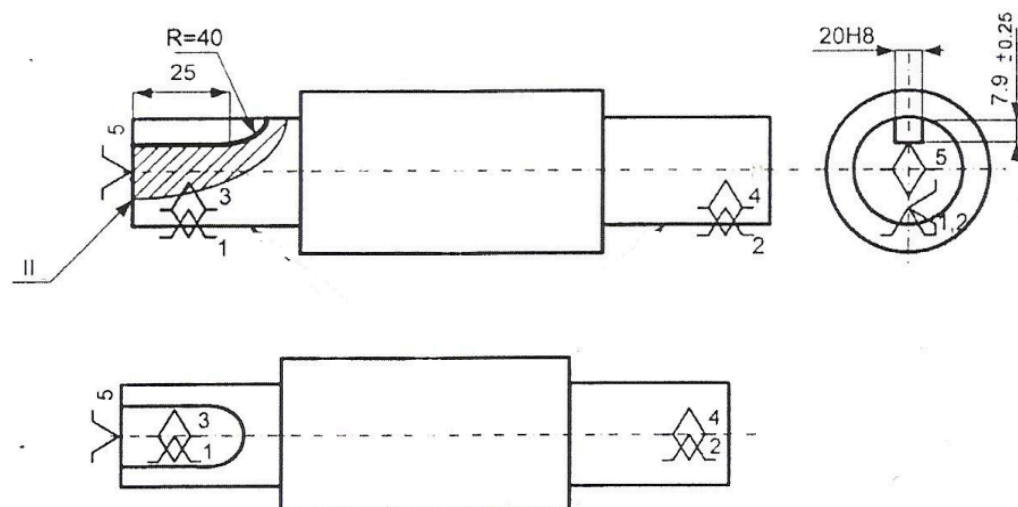

Рисунок 3 – Схема базирования заготовки в приспособлении
3. Разрабатываем схему базирования (рисунок 3), делаем вывод.